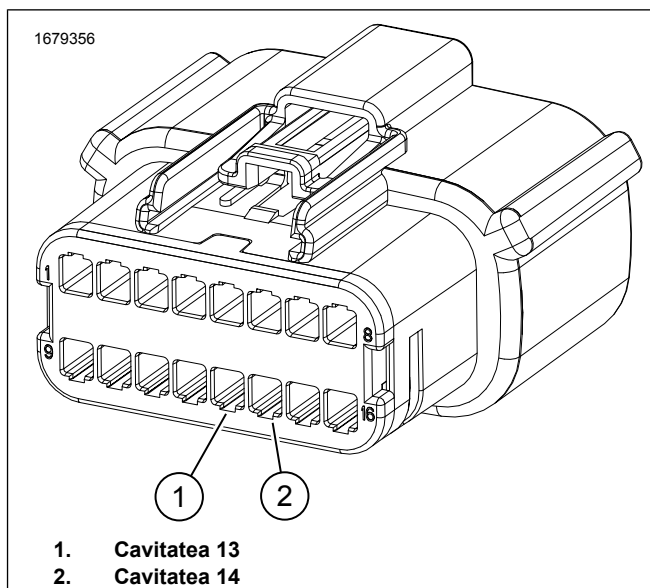

Figura 3. Conector cu 16-Pin C288_1
4. Figura 3 Scoateți dopurile din cavitățile 13 și 14 ale conectorului [C288B_1].